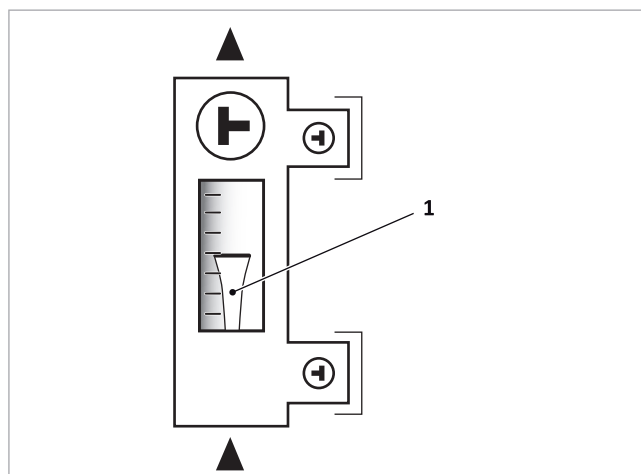

Fig. 130: Lectura del caudal volumétrico en el borde superior del cuerpo flotante (1)
2. Conecte el tubo flexible de presión de la estación de lavado y llenado (SBS) al grifo de llenado y vaciado (6) del caudalímetro, abra el grifo de llenado y vaciado.
3. Conecte la bomba de lavado y lave: SBS → Grifo de llenado y vaciado (6) → Bomba primaria → Panel colector → SÜS hasta grifo de llenado y vaciado (5) → SBS
5. Siga purgando el circuito solar aumentando y aliviando la presión. Para ello, cierre y abra el grifo de llenado y vaciado (5) de dos a tres veces.
6. Cuando el Tyfocor salga sin burbujas, cierre el grifo de llenado y vaciado (5) y aumente la presión de la instalación a 4 bar.
7. Cierre el grifo de llenado y vaciado (6) y desconecte la bomba de la SBS. Compruebe la estanqueidad de la instalación.
8. Purgue el separador de aire (7).
9. Abra por completo la válvula con tapa (3).
10. Abriendo despacio el grifo de llenado y vaciado (5), ajuste la presión de la instalación a la presión de servicio calculada. Fórmula empírica: Presión de precarga del depósito de expansión + 0,3 bares.
11. Ponga el caudalímetro en posición de flujo (v. → fig. 130, pág. 61), cierre los grifos de llenado y vaciado (5) y (6), retire la SBS y desenrosque los tapones.